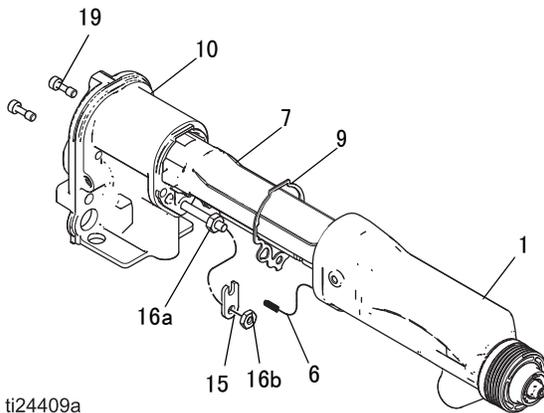

图 36. 枪筒安装
见图 36
3. 拧松两个螺钉（19）。参见图 36。
4. 一只手握牢枪身（10），将枪筒（1）直着拉出枪身。参见图 36。